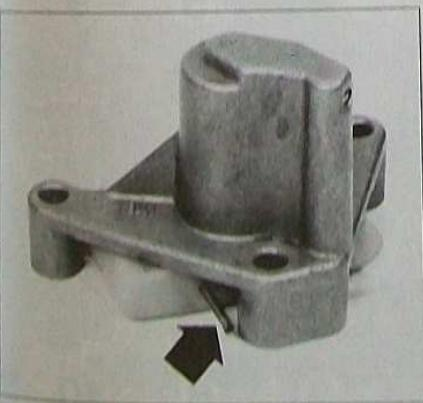

FIG. 38
- bloquer le tendeur de chaîne avec une pince de Ø 2 mm (Fig.38) (photo du tendeur déposé pour plus de clarté).